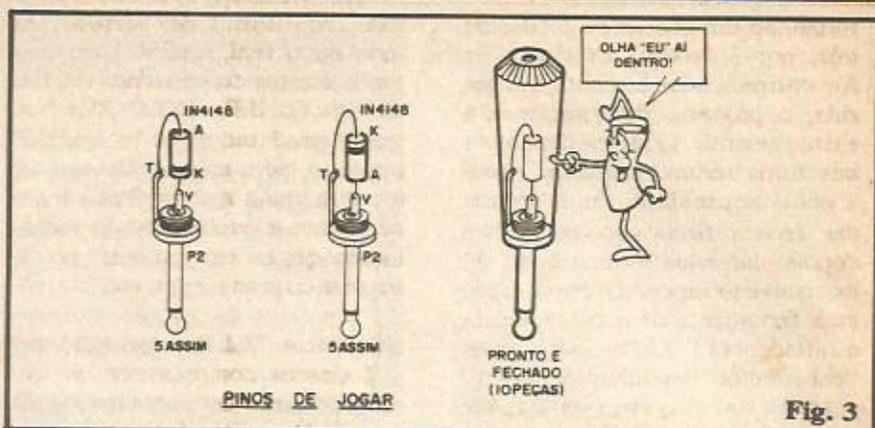

Fig. 3
- **PLUGUES "P2"** - Tratam-se de simples conectores de dois contatos, muito usados em Eletrônica Prática. Sua função é simples: o pino único apresenta, na verdade, dois contatos metálicos. Um "vivo" (V), na ponta, e outro "terra" (T) no "pescoço". Retirando-se a capa plástica, temos acessos aos terminais correspondentes a tais contatos (também identificados pelas letras "V" e "T", observem...) aos quais são feitas as ligações soldadas da peça. O PLUGUE "P2" (esse "P2" refere-se à codificação do tamanho e forma do conector, universalmente adotada...) é o "macho" do componente detalhado a seguir:
- **FIG. 3** - A construção do QUADRADO LUMINOSO deve iniciar-se pelos PINOS DE JOGAR (são 10, ao todo). Primeiramente, todos os PLUGUES devem ser desencapados (destarracha-se suas capas plásticas). Identificados seus terminais, os 10 diodos IN4148